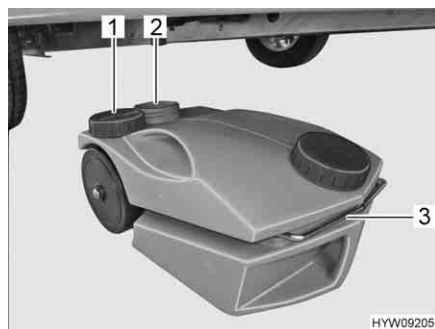

Fig. 163 Serbatoio delle acque grigie (mobile)
- Chiudere l'apertura del serbatoio delle acque grigie (Fig. 163,2) con il coperchio (Fig. 163,1).
- Sfilare il serbatoio delle acque grigie tramite la maniglia (Fig. 163,3).
- Sfilare completamente la maniglia (Fig. 163,3) e posizionare il serbatoio delle acque grigie.